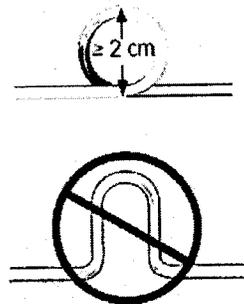

Figura 5. Enrollamiento de la parte sobrante del electrodo
- Enrolle la parte sobrante del cuerpo del electrodo formando un bucle circular mayor de 2 cm (0,8 pulg.) de diámetro. No cree una curva o bucle en forma de U (Figura 5). Un bucle circular reduce la posibilidad de interferencias electromagnéticas y sus efectos e impide que el cuerpo del electrodo se retuerza o sufra daños.